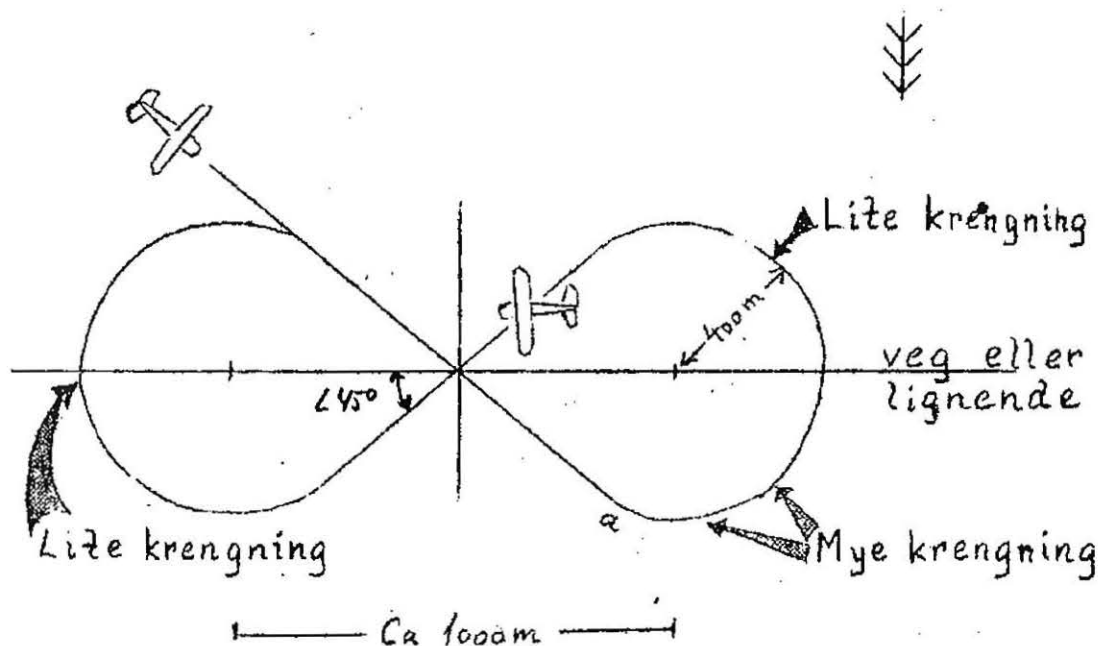

Fig 13
- c. Fortsett på denne kursen til punkt a i fig. 13. Her startes en sving på 270 grader og slik at bakketrekket følger en tre kvart sirkelbue med radius ca 400 meter. Krengningen varieres i forhold til vinden slik at bakketrekket får en konstant radius. Hvis det er vind må driftskorreksjon legges inn på den rette strekning og svingen startes litt før det angitte punkt for at bakketrekket skal holdes.